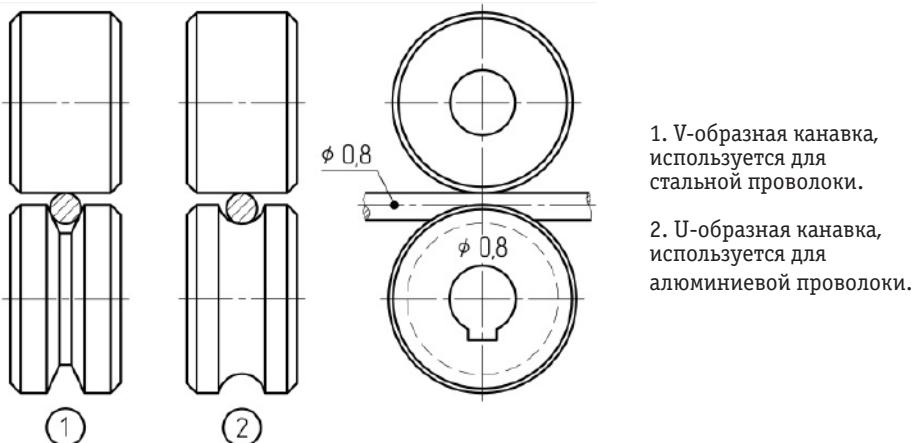

Рис. 8.4. Выбор подающего ролика.
- Форма канавки соответствует типу сварочной проволоки (см. рис. 8.4).